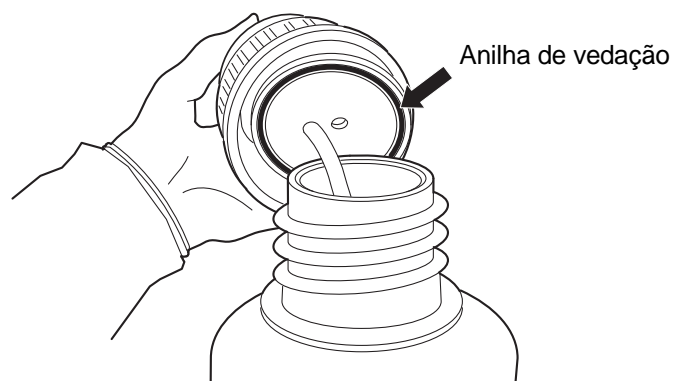

Figura 8-11 Inspeção da anilha de vedação da garrafa de resíduos
4. Antes de voltar a colocar a tampa de resíduos, verifique se a anilha no seu interior possui detritos. Consulte Figura 8-11.